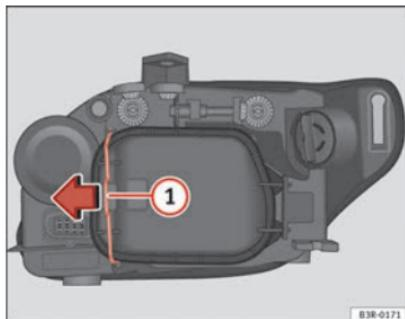

Fig. 197 Luzes de presença (lado interior do veículo)
- Desloque o tirante ⇒ Fig. 197 ① no sentido da seta e retire a tampa rígida separando primeiro o lado do tirante e retirando depois as duas patilhas da extremidade contrária da tampa.